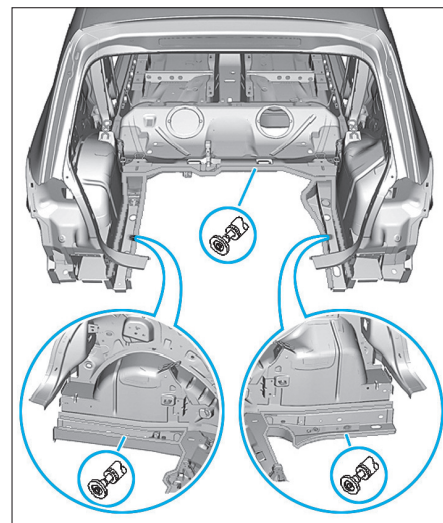

FIG. 124
- Retirer les morceaux de tôle restants (Fig.124).